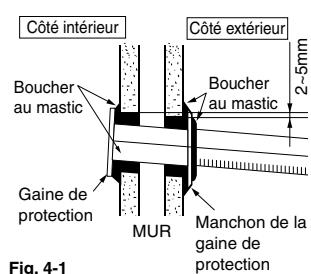

Fig. 4-1
- Porter une attention particulière à la finition des pièces au mur, aux tubes de réfrigération (Voir Fig. 4-1 et 4-2).